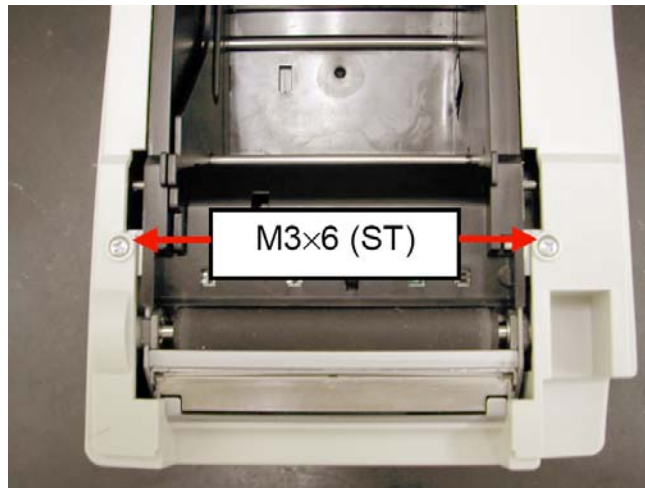

Рисунок 5 – Винты, крепящие кожух принтера к станине.
2.3.3. Открутите два винта, крепящих кожух принтера к станине (см. рис. 5).